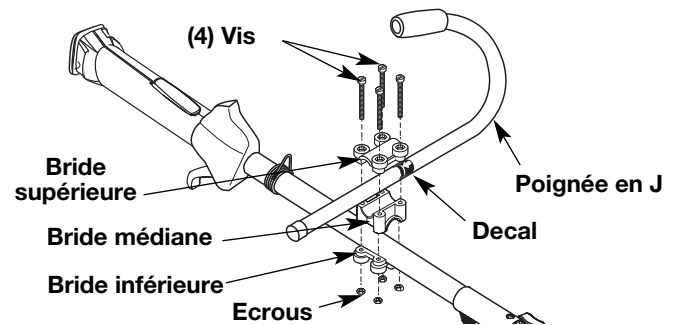

Fig. 6
2. Glissez la poignée en J en un mouvement de va-et-vient jusqu'à ce que la flèche/ligne blanche de l'autocollant touche la bride (Fig. 6).